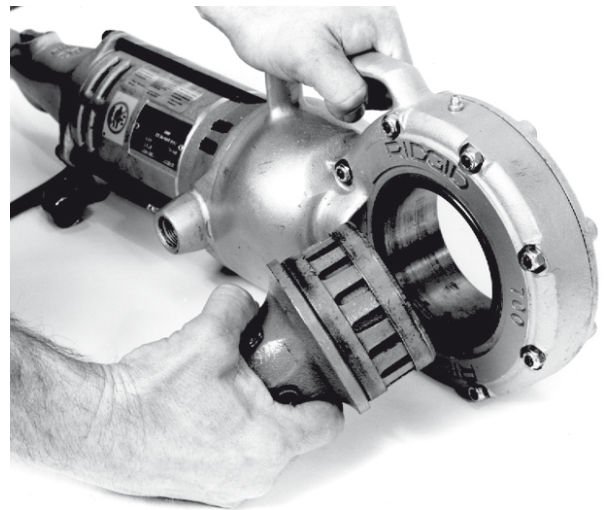

Рис. 4 – Установка переходника привода модели 774
- a. Вставьте адаптер квадратного хвостовика 774 шлицевой стороной перпендикулярно в торцевую шестерню электропривода, так чтобы подпружиненные защелки адаптера надежно зафиксировались (рис. 4).